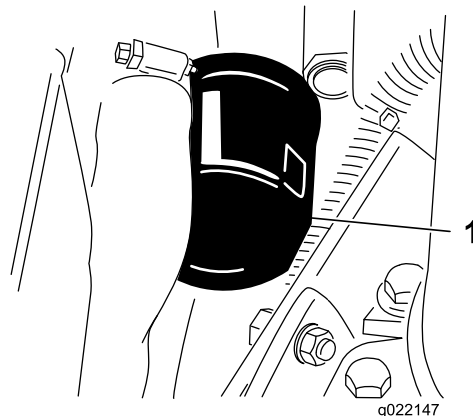

Рисунок 56
2. Снимите масляный фильтр (Рисунок 56).